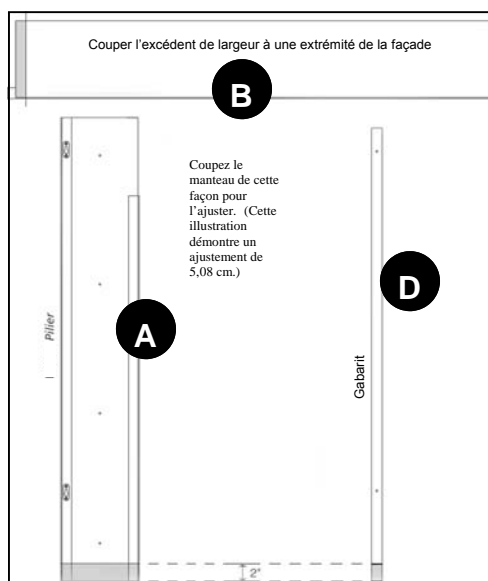

Fig. 2
Coupez les piliers (A) et le gabarit (D) à leur bas (fig. 2).
Coupez l'excédent de largeur d'un côté de la façade (B) (fig. 2).